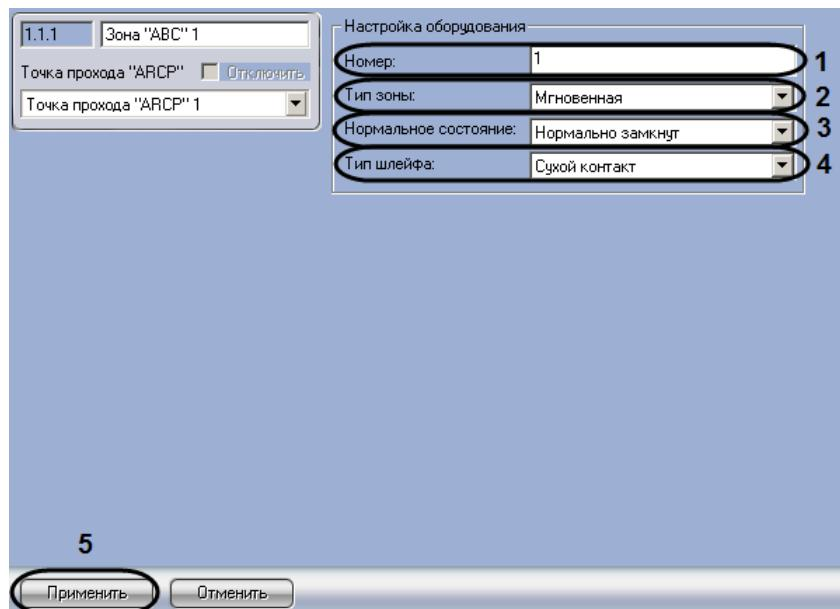

Рис. 3.7—2 Настройка зоны ABC
2. В поле **Номер** ввести аппаратный адрес подключения шлейфа, соответствующего настраиваемому объекту (см. Рис. 3.7—2, 1).
3. Из раскрывающегося списка **Тип зоны** выбрать тип зоны в группе (см. Рис. 3.7—2, 2, Таб. 3.7—1).